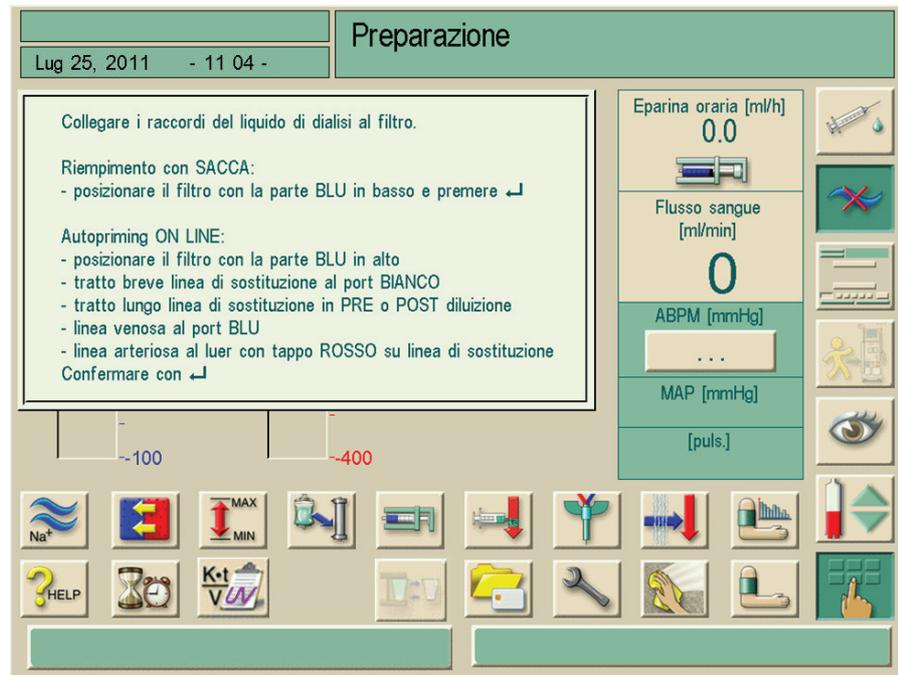

Fig. 9-4 Finestra informativa per il collegamento
Viene visualizzata la finestra di conferma (Fig. 9-4 Finestra informativa per il collegamento (156)).